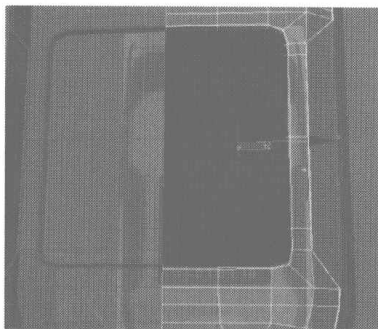
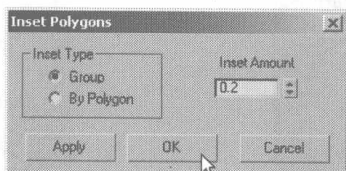
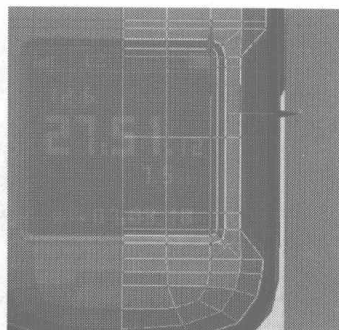

图 4.93
图 4.94
图 4.95
- 35** 继续选择如图 4.93 所示显示屏的面，在 Edit Polygons 卷展栏中单击 **Inset** 右侧的小按钮，在弹出的对话框中设置插入面的参数，如图 4.94 所示。同样再删除插入面内侧的节点，然后在 Front 视图中细致地调整各节点，如图 4.95 所示。